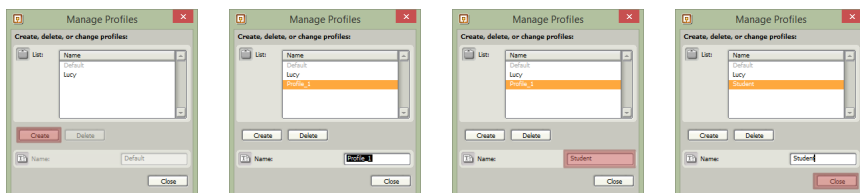

Рис. 1.6. Создание собственного профиля
**ПРИМЕР 13** Создадим новый профиль Student. Для этого выберем пункт меню *Edit \ Manage Profiles*. В появившемся окне (рис. 1.6) последовательно нажимаем на кнопку CREATE (по умолчанию для нового профиля будет предложено имя Profile-1), заполняем поле Name и нажимаем кнопку CLOSE.